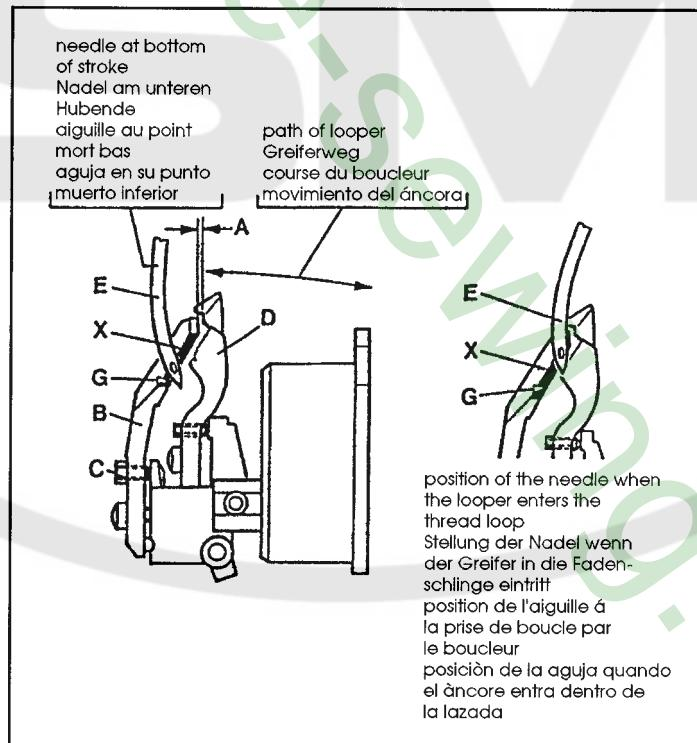

Fig. 6
Adjust the looper (D, Fig. 6) as described in paragraph "Setting the looper", see page 10.
NOTE: It is advisable to remove the rear needle guard (B, Fig. 6) for setting the looper.
Assemble the rear needle guard (B, Fig. 6). With set screw (C) adjust the distance (A) between looper (D) and rear needle guard (B) to 0.5 mm (.020 in.). From the bottom of its stroke up to the time when looper enters the needle thread loop, the needle (E) should be permanently within the guarding surface (G) of the rear needle guard (B).
Laterally (front to rear) set the rear needle guard (B, Fig. 6) with its guarding surface (G) close to the needle (E) even so that it barely contacts it, to avoid hitting of the needle by the looper point.
Edge (X, Fig. 6) on the guarding surface (G) of the rear needle guard (B) should not essentially disturb the needle thread. If disturbance of the needle thread occurs it can be eliminated by slightly changing the 0.5 mm (.020 in.) distance between looper and rear needle guard as well as by slightly changing the needle height.
Stellen Sie den Greifer (D, Fig. 6) wie im Abschnitt "Einstellung des Greifers" beschrieben ein, siehe Seite 10.
BEACHTEN SIE: Es ist ratsam, zum Einstellen des Greifers den hinteren Nadelanschlag (B, Fig. 6) zu entfernen.
Bauen Sie den hinteren Nadelanschlag (B, Fig. 6) ein. Stellen Sie mit dem Gewindestift (C) den Abstand (A) zwischen Greifer (D) und hinterem Nadelanschlag (B) auf 0,5 mm.
Seitlich (von vorne nach hinten) stellen Sie den hinteren Nadelanschlag (B, Fig. 6) mit seiner Schutzfläche (G) dicht an die Nadel (E), so dass er sie gerade berührt, um zu verhindern, dass die Nadel von der Greiferspitze getroffen wird.
Die Kante (X, Fig. 6) an der Schutzfläche (G) des hinteren Nadelanschlags (B) soll den Nadelfaden nicht wesentlich stören. Tritt eine Störung des Nadelfadens auf, kann diese durch leichtes Verändern des 0,5 mm Abstands zwischen Greifer und hinterem Nadelanschlag sowie durch leichtes Verändern der Nadelhöhe beseitigt werden.
Régler le boucleur (D, Fig. 6) comme indiqué au paragraphe "Réglage du boucleur" page 10.
Monter le protège aiguille arrière (B, Fig. 6). Avec la vis (C) régler à 0,5 mm la distance (A) entre le boucleur (D) et le protège aiguille arrière (B).
Régler latéralement (avant-arrière) le protège aiguille arrière (B, Fig. 6) avec la surface de protection (G) près de l'aiguille de même qu'elle frôle pour éviter tout contact avec la pointe du boucleur.
Le bord (X, Fig. 6) du protège aiguille ne doit surtout pas interférer avec le fil d'aiguille. Si cela se produit, il est possible d'y remédier en modifiant légèrement de 0,5 mm entre le boucleur et le protège aiguille et, éventuellement, en changeant la hauteur de l'aiguille.
Ajustar el áncora (D, Fig. 6) tal como se describe en el párrafo "Colocación del áncora", ver página 10.
Montar el salva agujas posterior (B, Fig. 6). Con el tornillo de fijación (C) ajustar la distancia (A) entre áncora (D) y salva agujas posterior (B) para que sea de 0,5 mm. La aguja deberá encontrarse permanentemente en contacto con la superficie (G) del salva agujas posterior (B) durante todo el recorrido de la aguja, desde el punto muerto inferior, hasta que el áncora entra en la lazada del hilo aguja.
Ajuste lateral (de detrás hacia adelante) del salva agujas posterior (B, Fig. 6) en la zona (G), que deberá estar lo más cerca posible de la aguja (E), de forma de que apenas tome contacto con el salva agujas (E) para evitar el choque entre la punta del áncora y aguja.
El canto (X, Fig. 6) de la zona de contacto (G), del salva agujas posterior (B), debe situarse de manera que no desvie el hilo de la aguja. Si esto ocurre, puede eliminarse moviendo ligeramente la distancia de 0,5 mm que existe áncora y salva agujas posterior, o variando ligeramente la altura de la aguja.